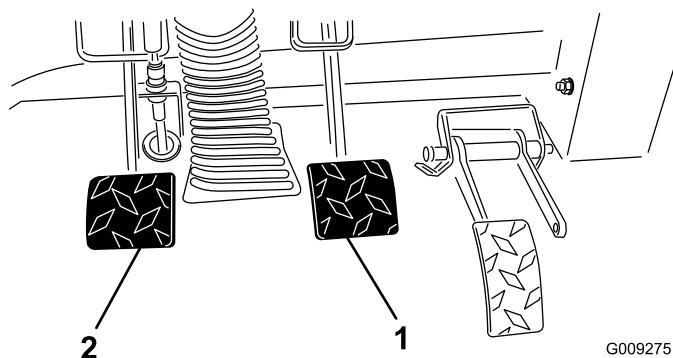

Рисунок 65
2. Поднимите педаль тормоза, (Рисунок 65) пока она не коснется рамы.